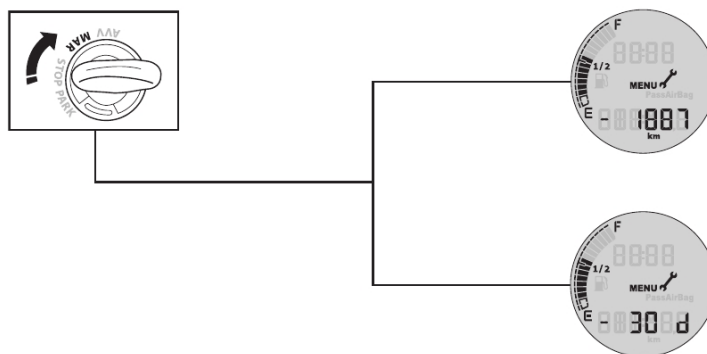

fig. 50
- Pressionar **MODE** para permitir o ajuste (a hora ou os minutos lampejam **fig. 50**);